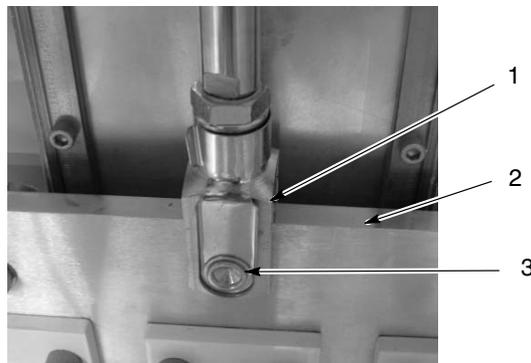

Figura 8-7 Pasador Clevis del cilindro de elevación
2. Ver la figura 8-7. Desenganchar el pasador (3) del Clevis (1) y extraer el pasador junto con la placa del carro (2). No perder este pasador, ya que será necesario volver a instalarlo en el cilindro nuevo.